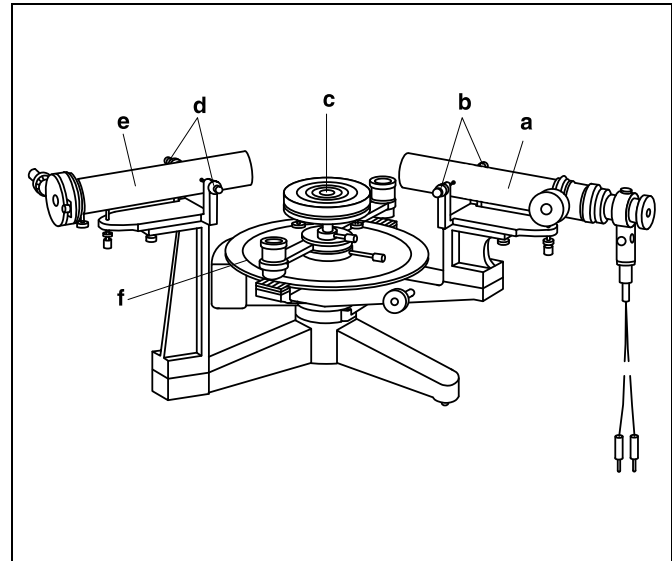

Fig. 2 Spektrometer
- Fernrohr (a), Prismenstück (c) und Spaltrohr (e) nach Augenmaß horizontal ausrichten (siehe Fig. 2).